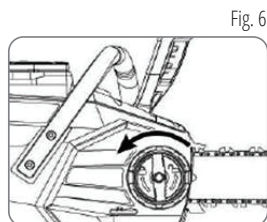

Fig. 6
2. Rotiți fixatorul barei de ghidare în sens invers acelor de ceasornic și deschideți capacul lateral (vezi fig. 6).